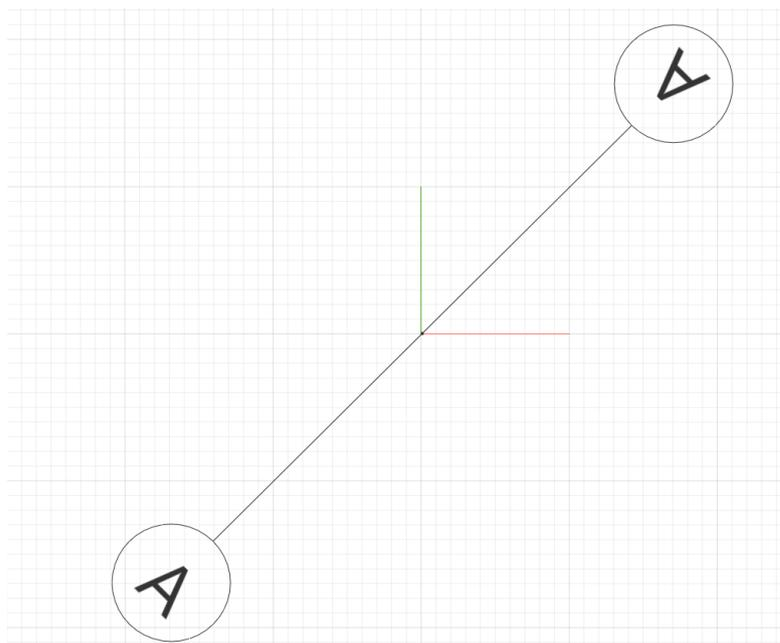

Рис. 8
- Наждем клавишу **SHIFT**. При появлении точки в узле сетки щелкнем левой кнопкой мыши (рис. 8)